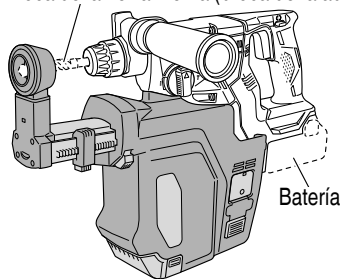

Fig. 2
1. Instalación y desinstalación del sistema del extractor de polvo (Fig. 2, 3, 4)
- Durante el montaje, desmontaje o ajuste del sistema extractor de polvo, a fin de prevenir un accidente poco probable, asegúrese de desactivar el interruptor de la herramienta y, a continuación, retire la batería y la broca de la herramienta. (Fig. 2)